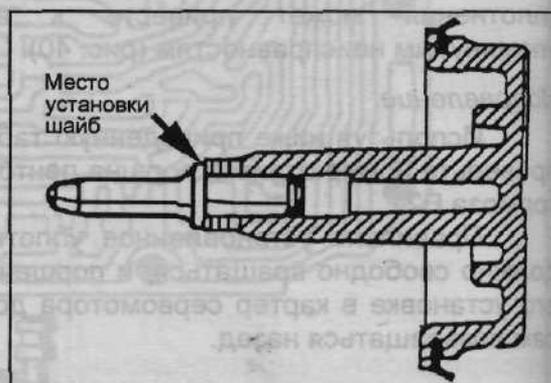

Рис. 42.
4. Ход поршня должен быть 3,2 мм. Регулировку хода можно осуществить с помощью специальных шайб, установленных на штоке поршня (рис. 42). Номера этих шайб по каталогу Mercedes можно найти в таблице. Некоторые техники увеличивают или уменьшают длину штока клапана RV1. Можно пользоваться любым из этих способов.